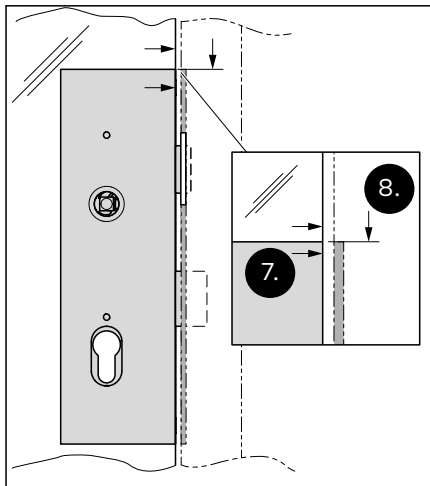

Abb. 25 Die Schlosstasche und die Falle ausrichten
- Die Schlosstasche senkrecht bündig an der Glaskante ausrichten (Abb. 25).